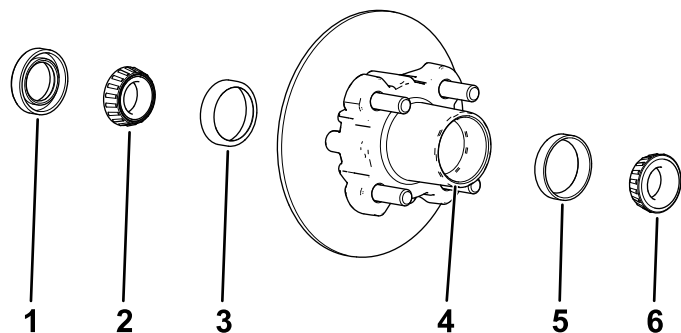

图 32
1. 从轮毂上拆下外置轴承和轴承座圈图32。
- 从轮毂上拆下密封件和内置轴承图 32。
- 清除轮毂轴承腔内的所有润滑脂、污垢或碎屑图 32
- 向轮毂轴承腔注入 5080% 的指定润滑脂图 32。
- 将内置轴承装入轮毂内侧的座圈上并装上密封件图 32。